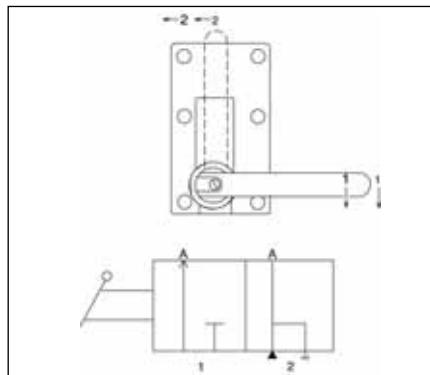

Рисунок 7
1. Переключите рукоятку клапана в положение 1, как показано на рис. 7.